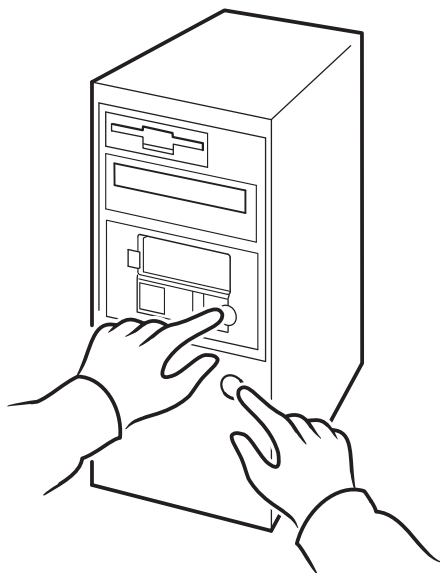

Figure 17b : hp obdr, étape 2
- 2 Maintenez le bouton d'éjection enfoncé. Tout en maintenant le bouton d'éjection enfoncé, mettez votre serveur sous tension (voir figure 17b). Cette manipulation permet d'activer le mode HP One-Button Disaster Recovery sur le périphérique à sa mise sous tension. Relâchez le bouton dès que l'écran à cristaux liquides affiche le message "OBDR Mode".